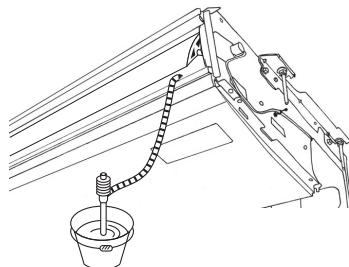

Fig. 5-3
1. 使用氯乙烯黏合劑將機組隨附的接頭管套 ⑤ 安裝到機組的排水口上。
2. 將機組隨附的管套蓋 ⑥ 固定到接頭管套 ⑤ 上。
3. 使用氯乙烯黏合劑將室外排水管 (VP-20) 安裝在接頭管套 ⑤ 上。
4. 包裹機組隨附的排水管蓋 ⑦。(用膠帶纏繞接縫處)
- ⑧ 排水盤
- ⑨ 排水管
- ⑩ 管套蓋 ⑥
- ⑪ 接頭管套 ⑤
- ⑫ 排水管蓋 ⑦
- ⑬ 插入長度 37 mm
5. 檢查是否正確排水。(Fig. 5-3)